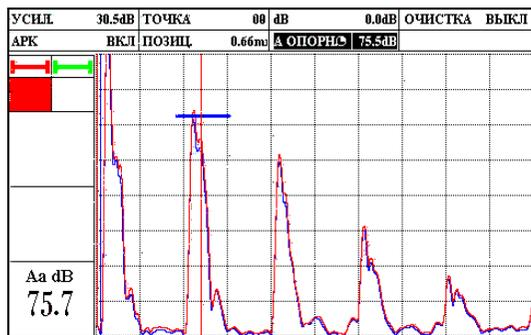

Рисунок 2.44 – Установка опорного сигнала для режима АРК
- Амплитуду опорного сигнала «А ОПОРН.» установить, как максимальную от первого отражателя (рис. 2.44).